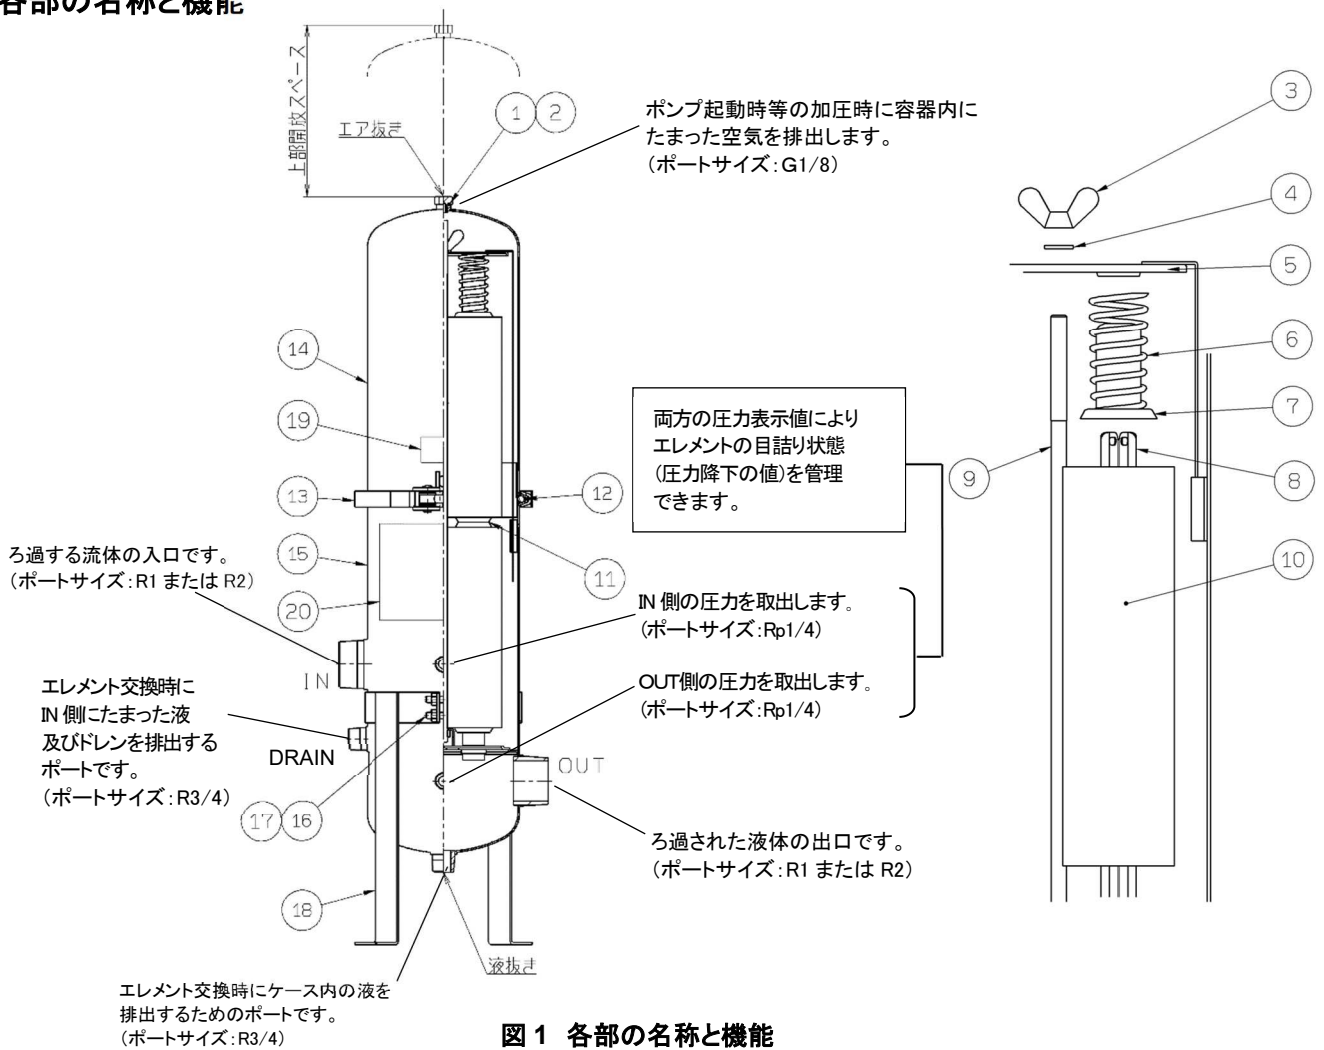

図1 各部の名称と機能
<p>5-2 【エレメントの取外し】</p> <ol style="list-style-type: none"> ①蝶ナット、座金を取り外してください。 ②エレメント押え板を取り外してください。 ③エレメント取付け金具(エレメントホルダおよびスプリングが一体化した部品)を取り外してください。 ④エレメント、ジョイント、(エレメントガイド)の順に取り出してください。 ※エレメントガイドは無理に取り出す必要はありません。 エレメントガイドを取り出すことによりエレメント、ジョイントを一括して取り出すこともできます。(P7 図 1 左図参照) 注)焼結エレメント、ペーパーエレメントの場合はジョイント不要です。 <p>⚠ 注意 高温の場合はやけどに注意してください。</p>
①交換時の異物の混入を防ぐため、事前に必ずフラッシングを行って異物の流出がないことを確認してから、使用を開始してください。
②マイクロメッシュエレメント及び焼結エレメントを再生利用する場合は、エレメントのエンドプレートとパッキン間のゴミを完全に除去してください。
③エレメントガイドを取り外した時は取付けてください。
④エレメント、ジョイント、エレメント、エレメント取付金具の順に同心になるように正しく差し込んでください。(P7 図 1: 左図参照)